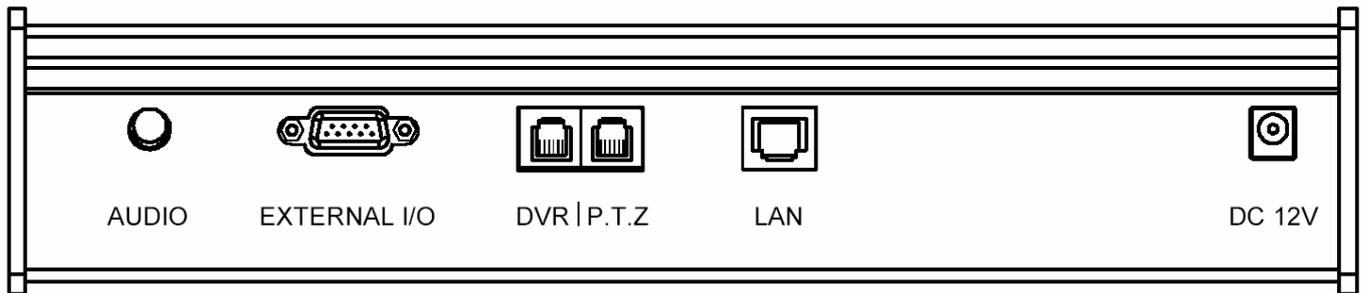

Abb. 2: Anschlüsse auf der Rückseite
- Abb. 2: Anschlüsse auf der Rückseite